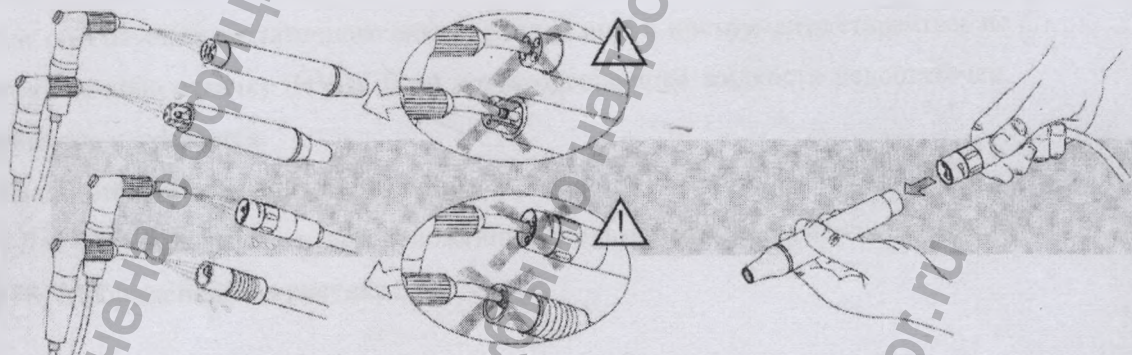

Рисунок 3
7.2.1 Просушите места соединений для удаления жидкости, которая может в них содержаться, чтобы обеспечить надлежащий электрический контакт (см. рисунок 3).